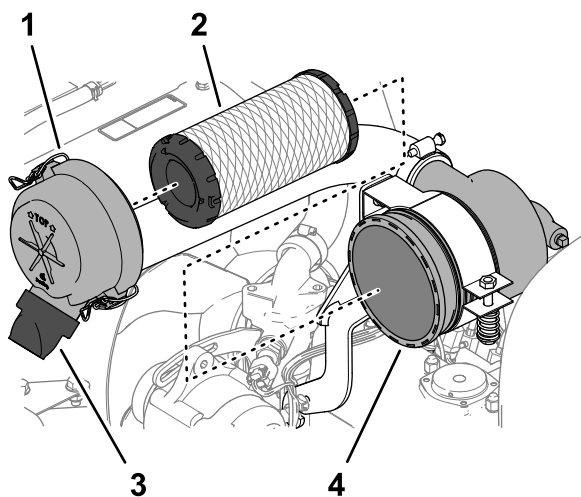

図 65
3. エアクリーナのカバーをボディーに固定しているラッチを外す(図 65)。
6. エレメントを外す 図 65。
7. エアクリーナカバーの粉塵排出ポートからゴム製排出バルブ 図 65 を外す。